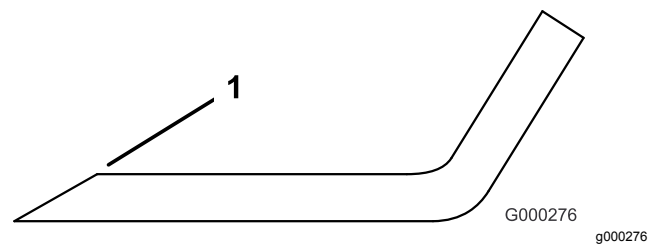

Figura 112
3. Inspeccione as extremidades de corte de todas as lâminas e afie-as se apresentarem sinais de desgaste ou ranhuras (Figura 112).
Nota: Afie apenas a zona superior da parte cortante e mantenha o ângulo de corte original para garantir um desempenho eficaz da lâmina (Figura 112). A lâmina mantém o equilíbrio se for retirada a mesma quantidade de metal de ambas as partes cortantes.